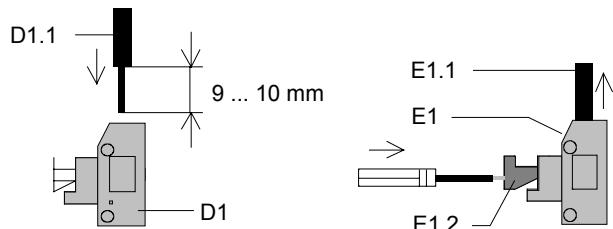

Bild 3: Leitung anschließen und abklemmen
#### Eingangsstromkreise anschließen (Bild 3)
**Eingangsstromkreise abklemmen (Bild 3)**